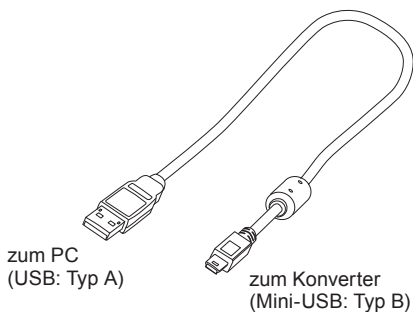

Abb. 1 Anschlusskabel
- * Kabel: USB (Typ A) - Mini-USB (Typ B) (Abb. 1).